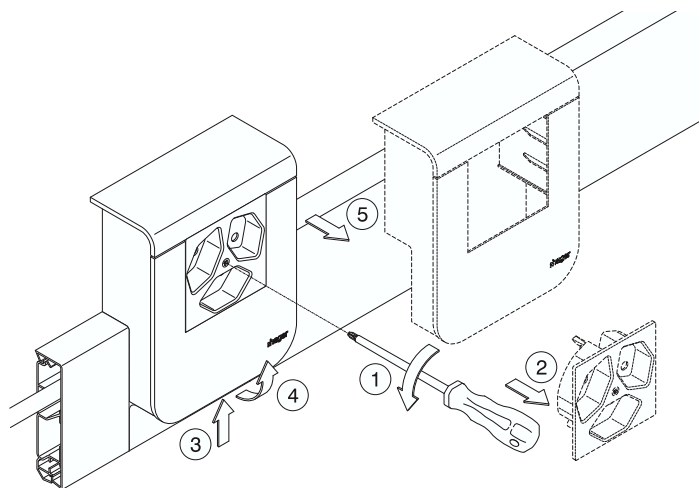

Abbildung 5
**1. Entriegeln** (Abb. 5)
**2. Oberteil entfernen** (Abb. 5)